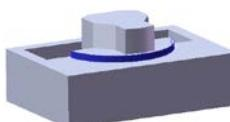
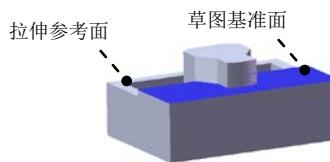

图 16.2.12 切除—拉伸 2
图 16.2.13 草图基准面
Step6. 创建图 16.2.12 所示的切除—拉伸 2。
(1) 选择命令。选择下拉菜单 **插入(I)** → **切除(C)** → **拉伸(E)...** 命令。
(2) 定义特征的横断面草图。
① 定义草图基准面。选取图 16.2.13 所示的表面作为草图基准面。
(3) 定义切除深度属性。在“切除—拉伸”对话框 **方向 1** 区域的 **下拉列表** 中选择 **成形到一面** 选项，选取图 16.2.13 所示的表面作为成形到的面。其他选择默认设置值。